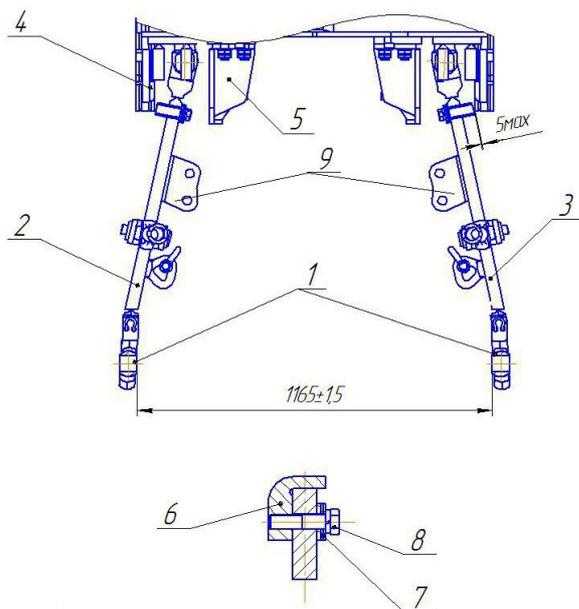

Рис. 27 Регулировка нижних тяг механизма навески
Регулировка нижних тяг механизма навески (рис. 27) производится в следующей последовательности:
– поднять навесное устройство с обеспечением расстояния от опорной поверхности до нижних тяг $1180 \dots 1280$ мм, при этом тяги 2 и 3 должны располагаться между наружным 4 и внутренним 5 упорами (рис. 27). Упоры 744Р3-46 28021-1 поз.6 должны быть установлены со стороны наружных упоров.